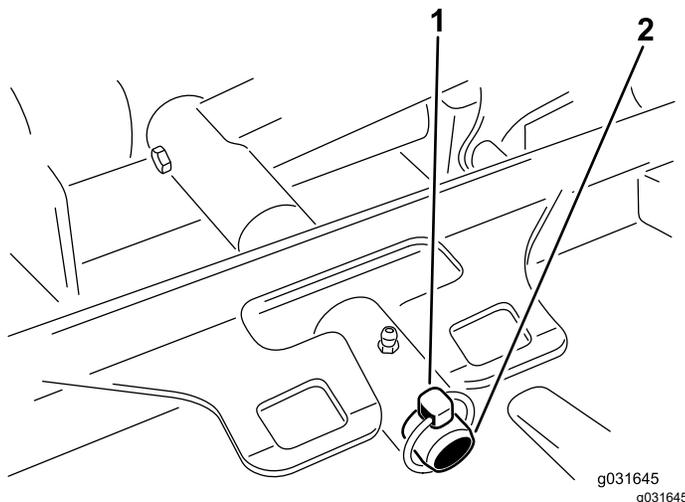

Figura 67
3. Retire el pasador de seguridad o la tuerca de retención que sujeta el bastidor de tiro de la carcasa a la barra de giro del brazo de elevación (Figura 67).
3. Desplace el bastidor de tiro de la carcasa sobre la barra de giro del brazo de elevación y fíjelo con el pasador de seguridad o la tuerca de retención (Figura 67).